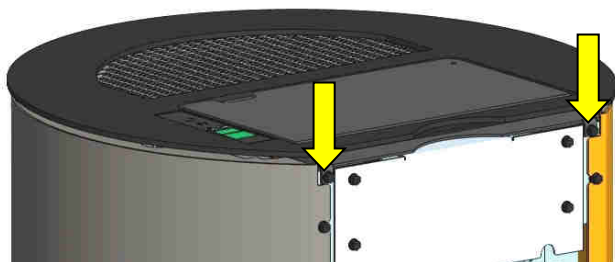

Fig. 8 : vis de fixation du couvercle de l'appareil
1. Desserrer les vis de fixation sur la partie arrière (Fig. 8).